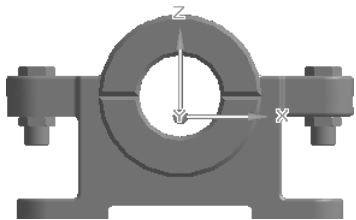
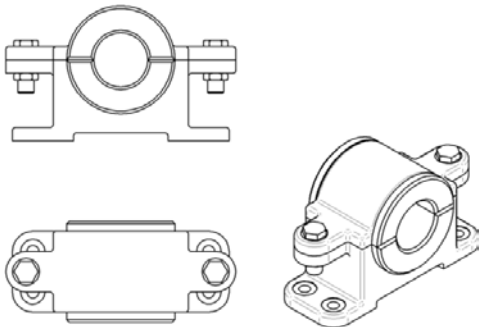

图 5.1.2 定义视图方位
图 5.1.3 创建基本视图
(1) 单击 **图纸视图**区域的“视图向导”按钮，系统弹出“选择模型”对话框。在**查找范围**的下拉列表中选择目录 D:\sest4.12\work\ch05\ch05.01，然后选择“asm_example_ok.asm”模型，单击 **打开**按钮。
(2) 在系统弹出的“图纸视图创建向导”对话框中取消选中在以下视图中显示隐藏零件的边：下的 **正视图**复选框，单击 **下一步**按钮，然后单击 **定制**按钮，采用图 5.1.2 所示的方位，单击 **关闭**按钮。
(3) 在“图纸视图创建向导”对话框**图纸视图布局**区域确认按钮、按钮和按钮处于按下状态，然后单击 **完成**按钮。
(4) 在“视图向导”命令条中的下拉列表中选择**1:1**选项，将鼠标放在图形区，会出现视图的预览，选择合适的放置位置单击以生成基本视图，然后将视图的位置进行调整，结果如图 5.1.3 所示。